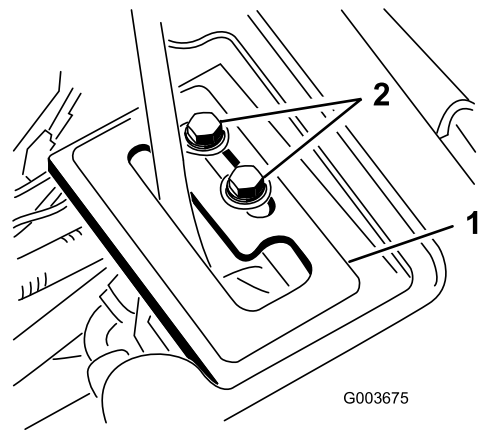

图 25
1. 将杆导向板插到提升杆上用 2 个凸缘头螺丝和垫圈将其松动地固定到机架上 图 25。
7. 发动机运行且提升杆处于浮动位置时滑动杆导向板直至提升油缸可以用手拉出和放回图 25。
8. 拧紧两个提升杆导向板安装螺丝固定调节图 25。